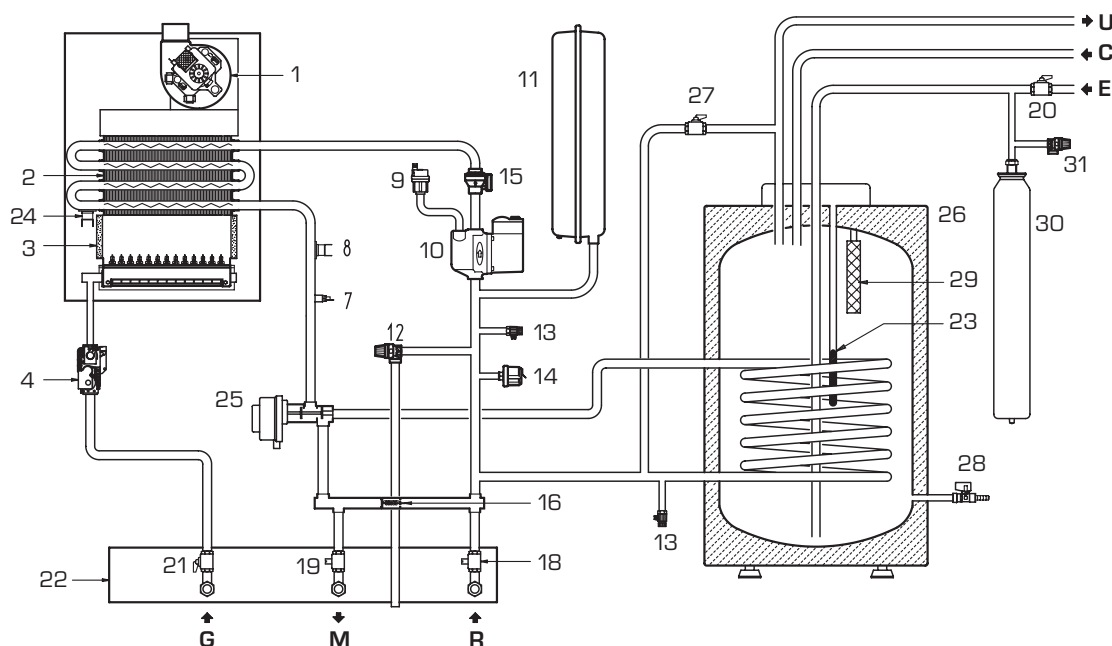

Fig. 2
- Nella versione "25 BFT TS" agendo sul rubinetto di carico (27 fig. 2).